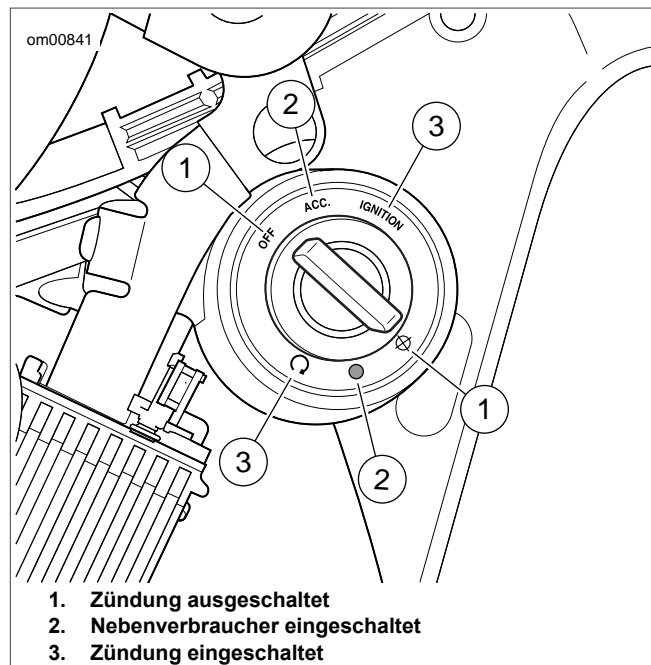

Abbildung 4. Zündschalter: Sportster-Modelle
Siehe Abbildung 4. Der Zündschalter steuert die elektrischen Funktionen des Motorrads. Der Schalter befindet sich auf der rechten Seite des Lenkkopfes. Siehe Tabelle 18.
2. **Schlüsselzündung:** Siehe Abbildung 4. Die Zündung auf OFF (Aus) stellen, um die Stromversorgung ganz ABZUSCHALTEN.